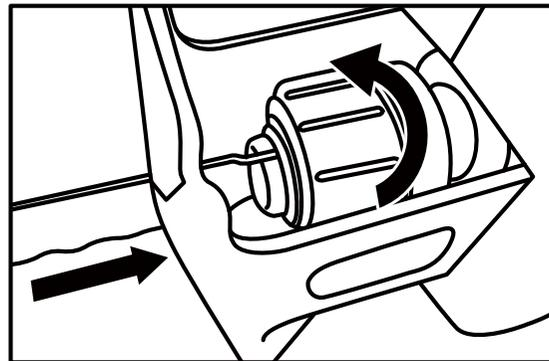

Рис.1
3. Потяните полотно и убедитесь, что оно надёжно закреплено. (Рис. 1)